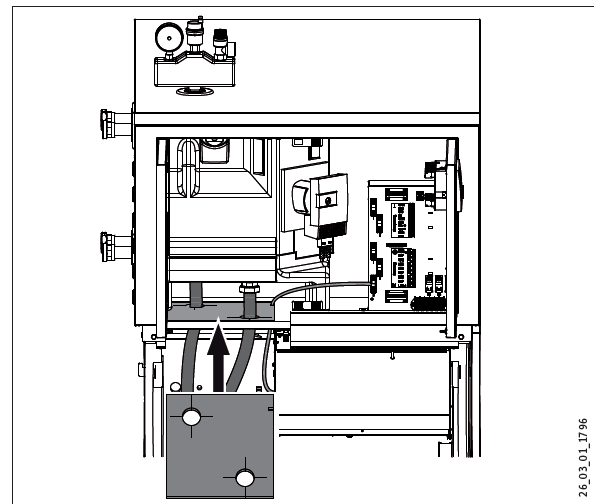

Abbildung 22: Wärmedämmmatte
- ▶ Kleben Sie das Wärmedämmteil wie in der Abbildung 22 dargestellt über den Pumpenkopf.